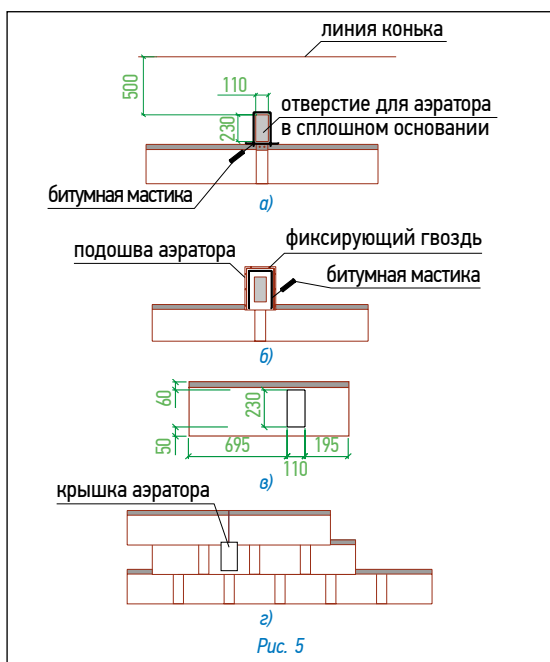

Рис. 5
Установка аэратора (рис. 5)
- В сплошном основании кровли прорезается отверстие 11×23 см, расположенное согласно рис. 5а;
- корпус аэратора устанавливается поверх отверстия и фиксируется гвоздями из нержавеющей стали; по верхней и боковым сторонам подошвы корпуса также наносится битумная мастика (рис. 5б);
- далее укладывается очередной ряд черепицы; подошва аэратора при этом закрывается листом с заранее прорезанным в нем отверстием (рис. 5в);
- на корпус аэратора устанавливается крышка, которая фиксируется нажатием (до щелчка) (рис. 5г).
- по периметру отверстия наносится битумная мастика; корпус аэратора устанавливается поверх отверстия и фиксируется гвоздями из нержавеющей стали; по верхней и боковым сторонам подошвы корпуса также наносится битумная мастика (рис. 5б);
- далее укладывается очередной ряд черепицы; подошва аэратора при этом закрывается листом Престиж Византия с заранее прорезанным в нем отверстием (рис. 5в);